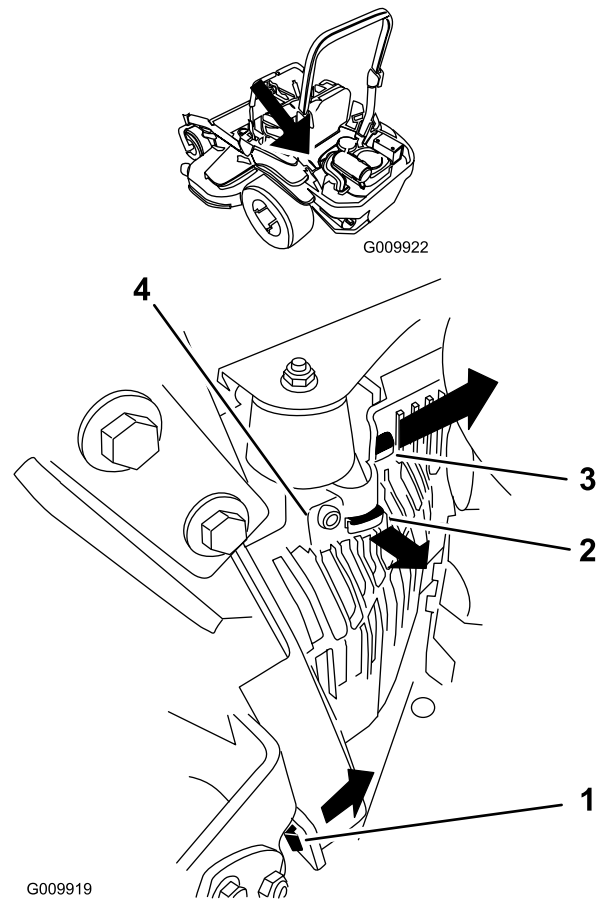

Figure 53
- Déposez le capot de l'unité hydraulique gauche dans l'ordre indiqué à la Figure 53. Vous pourrez ensuite accéder à la bougie avant.
- Montez le capot de l'unité hydraulique gauche (Figure 53).